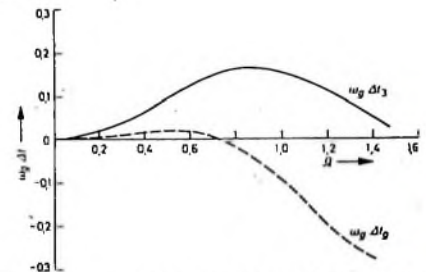

Bild 14. Laufzeitabweichung der Gegenkopplung ($\omega_d t_3$) und der kompensierten Verstärkerstufe ($\omega_d t_2$)
Die Auswertung dieser Gleichung im Bild 14 zeigt den geforderten Anstieg bei $\Omega < 1$. Die gesamte Phasenlaufzeit bleibt unter dem Toleranzwert von Gl. (115). (Fortsetzung folgt)